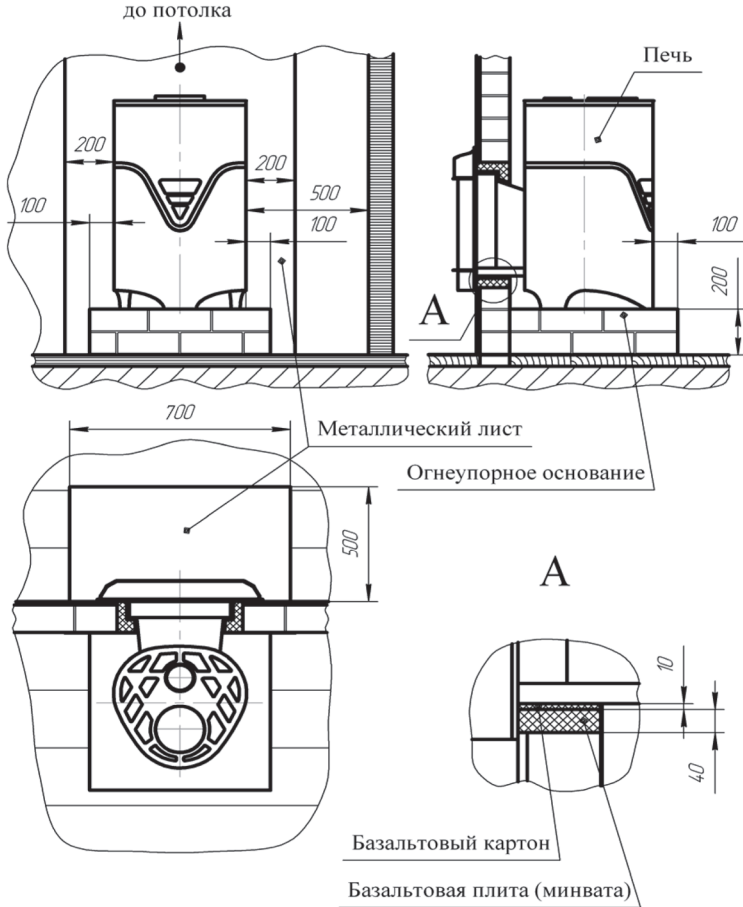

Рисунок 8.1. Схема установки печи на безопасном (минимально) расстоянии от несущих и ограждающих
**8.2.1.** Печь (не более одной) устанавливают в парной на безопасном расстоянии от несущих и ограждающих конструкций (рис. 8.1).